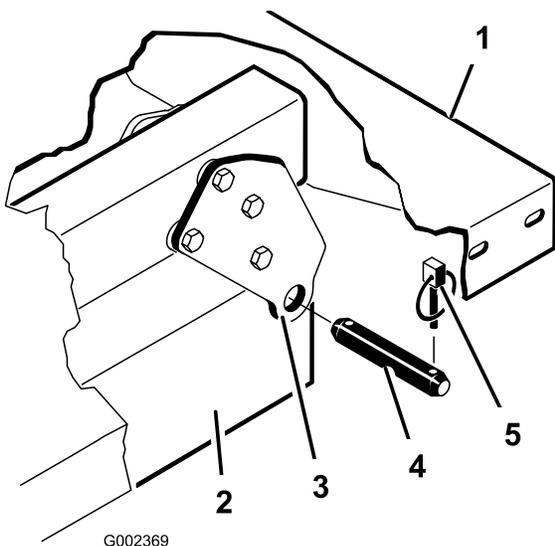

Рисунок 4
6. Выньте шплинты и штифты с отверстиями под шплинты, которые крепят кронштейны поворота кузова к швеллерам рамы машины (Рисунок 4).